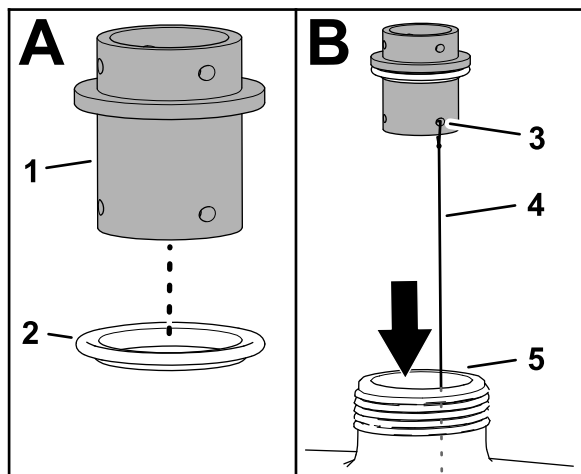
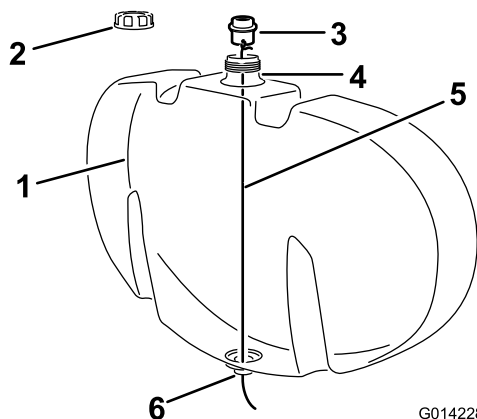

Figure 5
Figure 6
- A. Placez un joint transparent sur le raccord de traversée, comme montré à la Figure 5.
- B. Attachez un fil d'environ 122 cm de longueur dans l'un des trous de l'étrier de fixation du raccord de traversée, comme montré à la Figure 5.
- C. Si le bouchon est en place, retirez-le du réservoir de rinçage (Figure 6).
- D. Descendez le fil par l'ouverture dans l'orifice de remplissage du réservoir et faites-le passer par le trou au fond du réservoir (Figure 5 et Figure 6).